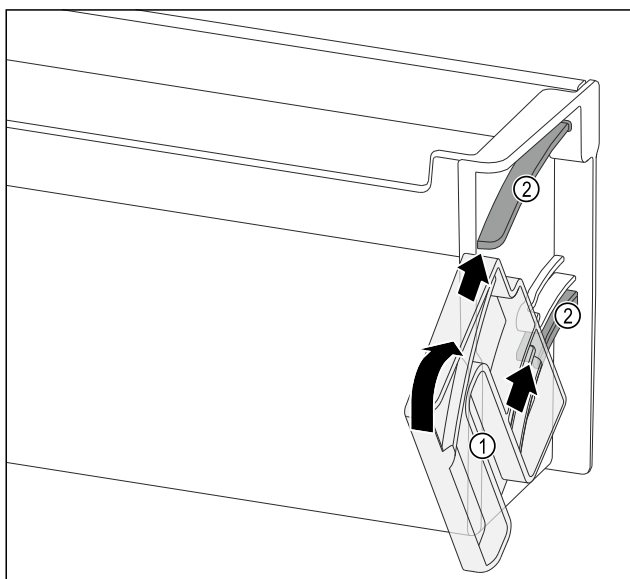

Fig. 120
- Розташуйте поворотний модуль Fig. 120 (1) так, щоб пази розташовувалися точно навпроти напрямних каналів Fig. 120 (2) дверного лотка.
- Прокрутіть поворотний модуль Fig. 120 (1) у вказаному напрямку.